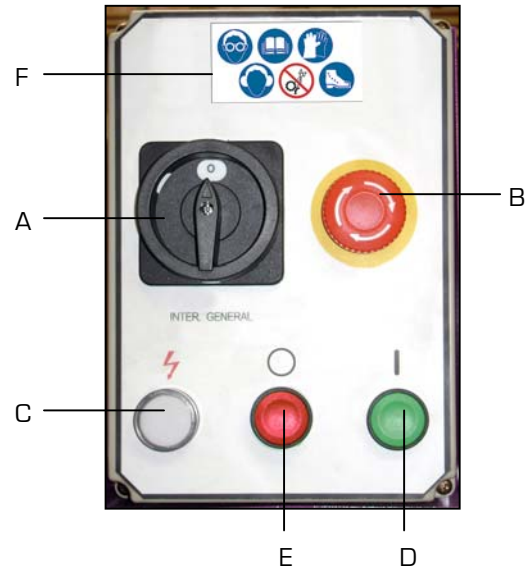

Figure 3
- Sectionneur général cadenassable (mise sous tension) [A fig.3]. Le voyant blanc [C fig.3] précise la mise sous tension.
- Commutateur de vitesse [A fig.3] :
- Arrêt général avec l'arrêt coup de poing à accrochage [B fig.3].
- L'interrupteur vert « I » [D fig.3] permet la mise en route de la machine en mode descente autonome ainsi que de la pompe de liquide de coupe.
- L'interrupteur rouge « O » [E fig.3] permet d'arrêter la rotation du ruban ainsi que la pompe de liquide de coupe.
- Pictogramme de sécurité [F fig.3].
10. Déverrouiller l'arrêt coup de poing à accrochage (B fig.3).
11. Mettre le sectionneur général/commutateur de vitesse (A fig.3) en position « 1 ».
12. Appuyer sur l'interrupteur vert « I » (D fig.3) : la rotation du ruban est actionnée ainsi que la pompe de liquide de coupe.
- Appuyer sur l'interrupteur rouge « O » (E fig.3).
- Positionner le sectionneur général/commutateur de vitesse (A fig.3) en position « O ».
- Appuyer sur l'arrêt coup de poing à accrochage (B fig.3).